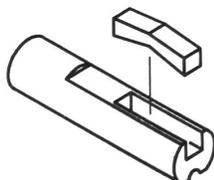

FIGURE 4
- Placer le cadran d'origine sur la tige du commutateur/variateur; utiliser les adaptateurs selon le besoin. Voir la figure 4 pour l'installation de l'agrafe à ressort sur l'adaptateur. Mesurer la distance entre l'arrière du cadran et l'avant du panneau, et soustraire 1/8 po; il s'agit là de la longueur de tige à utiliser à l'étape 5.